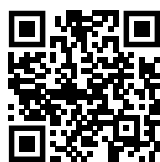

Fig. 158
- ▶ Öffnen sie das Liebherr SmartMonitoring Dashboard. (siehe Fig. 158)